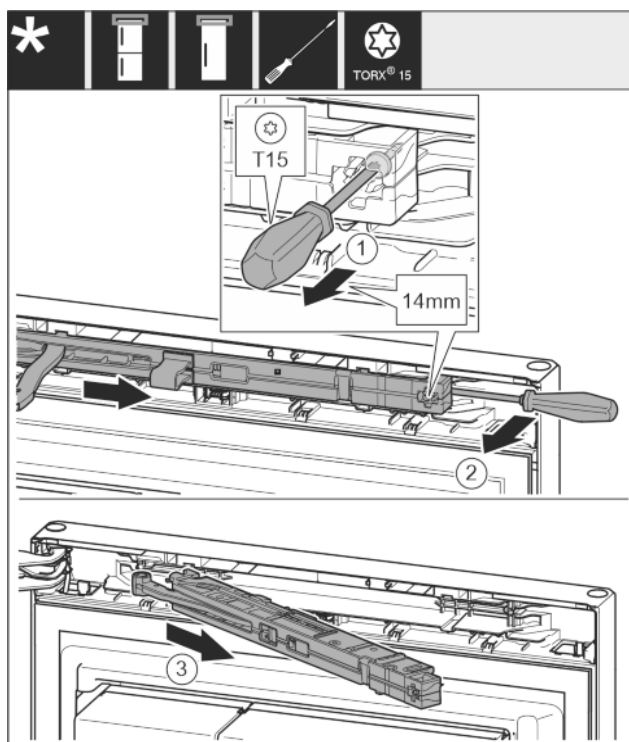

Fig. 9
- ▶ Desfaceți aprox. 14 mm șurubul de la unitatea amortizorului de închidere cu șurubelnița T15. Fig. 9 (1)
- ▶ Introduceți o șurubelniță pe partea mânerului în spatele unității amortizorului de închidere și rotiți spre înainte. Fig. 9 (2)
- ▶ Extrageți unitatea amortizorului de închidere. Fig. 9 (3)